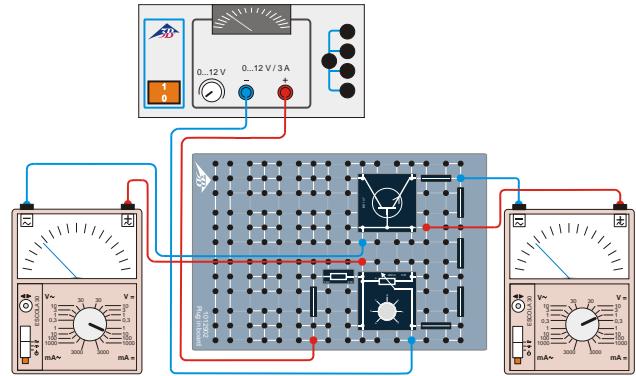

Fig. 3: Esquema de ligação para registro da curva característica de entrada.
- Montar a ligação conforme a Fig 3. Ambos os multímetros analógicos conectados destinam-se à medição da tensão básica do emissor U_{BE} e da corrente básica I_B .